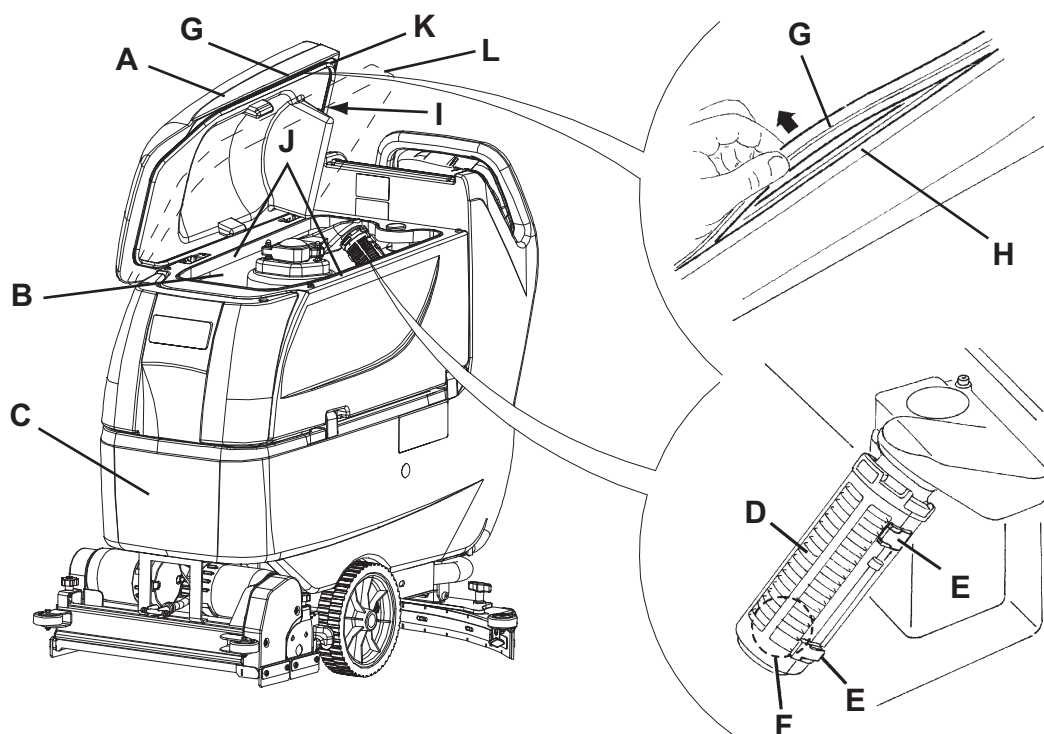

Figure 7
2. Positionner la clé de contact (80) sur "0".
3. Ouvrir le couvercle (A, Fig. 7) et le porter dans la position de lavage (L).
4. Nettoyer et laver à l'eau propre le couvercle (A), les réservoirs (B et C) et la grille d'aspiration avec fermeture automatique à flotteur (D).
5. Si besoin est, dégager les dispositifs de retenue (E), ouvrir la grille (D), récupérer le flotteur (F) et nettoyer soigneusement ; enfin reposer en place.
6. Contrôler l'intégrité du joint d'étanchéité (G) du couvercle du réservoir.